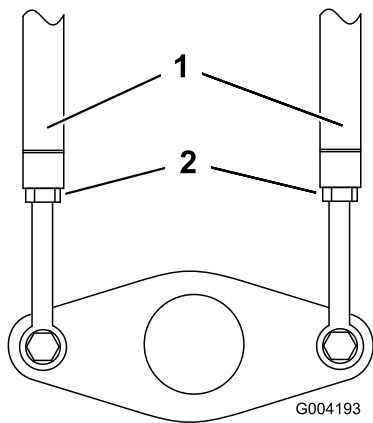

Bild 55
3. Lösen Sie die Klemmmuttern an den Zugstangen unter dem Armaturenbrett (Bild 55).